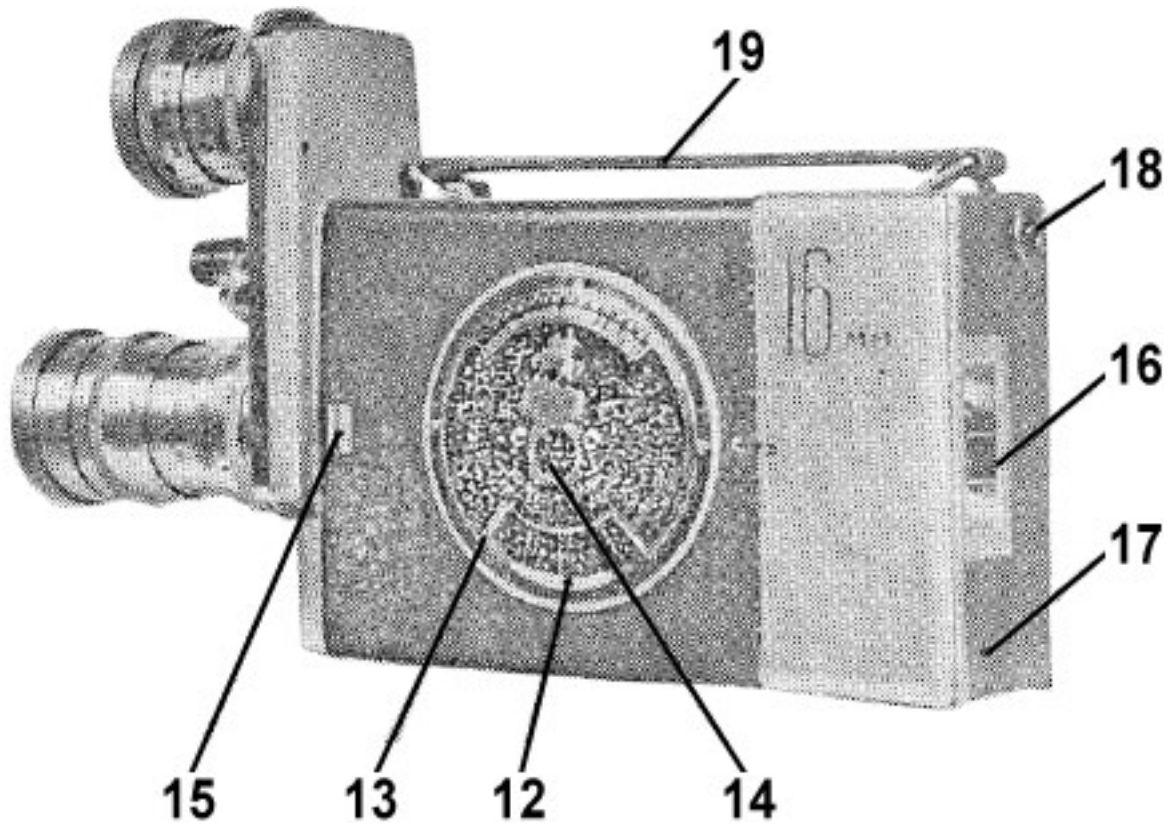

Рис. 2
На левой стороне аппарата (рис. 2) расположены: калькулятор экспозиций с подвижным (12) и неподвижным диском (13), круглое окно (14), через которое видна шкала счетчика метров неотэкспонированной в кассете пленки, и отметка (15) положения плоскости пленки в кассете.